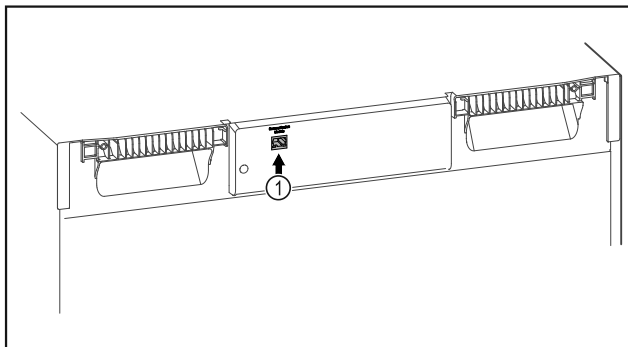

Fig. 93
- El SmartModule Fig. 93 (1) está colocado.